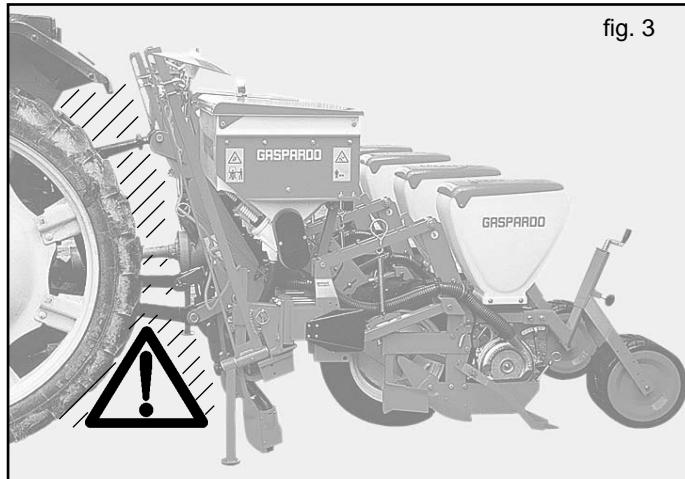

fig. 3
- 5) È assolutamente vietato interporsi fra il trattore e l'attacco per manovrare il comando dall'esterno per il sollevamento (Fig. 3).
- 6) È assolutamente vietato interporsi tra il trattore e l'attrezzatura (Fig. 3) con motore acceso e cardano inserito.